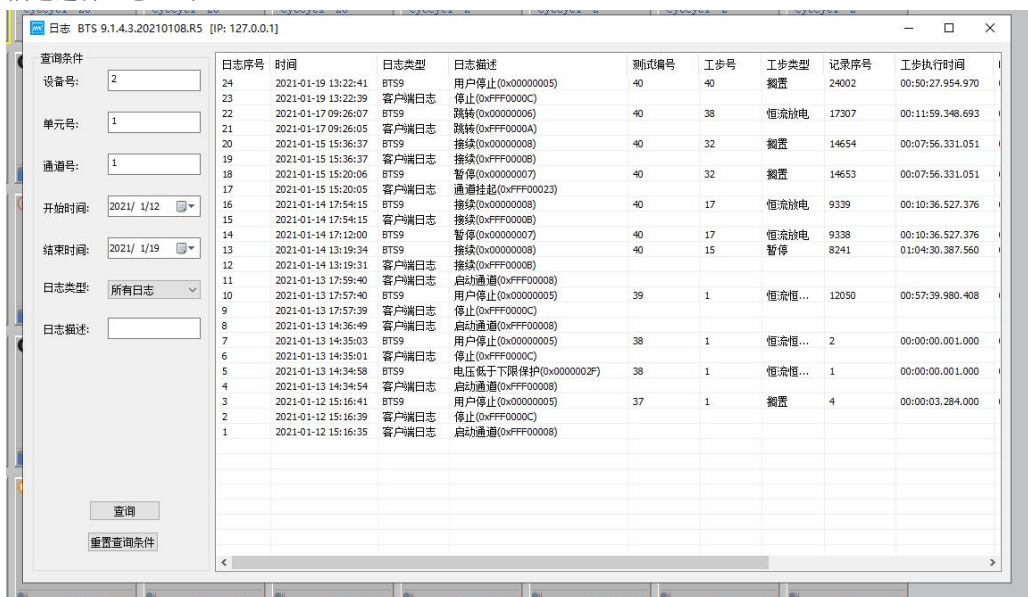

图 4-28 日志查看
1. 选定待查看日志通道，单击右键→选择“查看日志”选项，弹出日志搜索以及预览窗口，如图 4-28 所示；